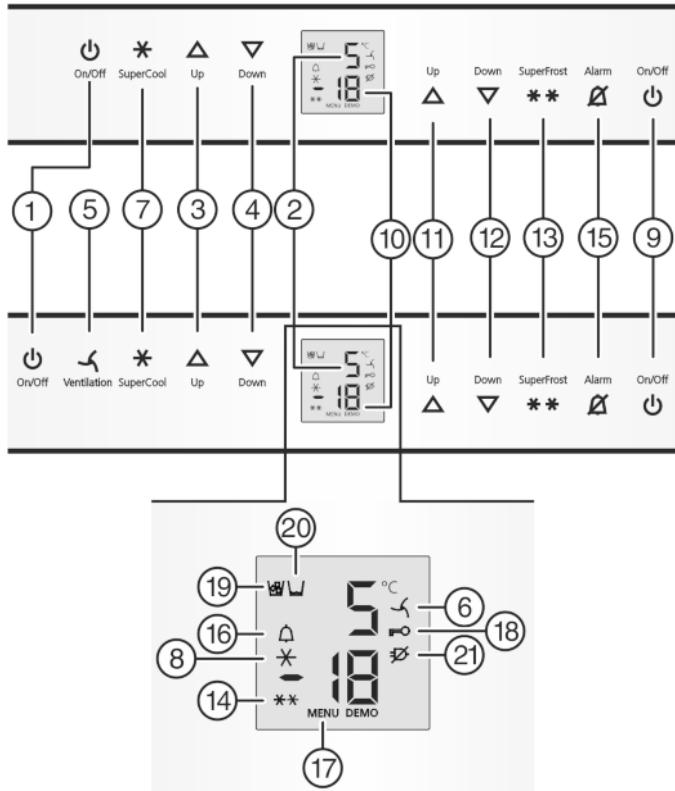

Fig. 2
- Нажмите кнопку On/Off морозильного отделения Fig. 2 (9).
- Нажмите кнопку On/Off холодильного отделения Fig. 2 (1).
- Холодильное отделение включено: Индикатор температуры холодильного отделения Fig. 2 (2) светится. При открытии двери холодильного отделения включается внутреннее освещение.
- Активация режима настройки: удерживайте кнопку SuperFrost Fig. 2 (13) прибл. 5 секунд.
- ▷ Символ меню Fig. 2 (17) горит.
- Коротко нажмите кнопку SuperFrost Fig. 2 (13) для подтверждения.
- Для включения защиты от детей коротко нажмите клавишу SuperFrost Fig. 2 (13).
- ▷ Символ "Защита от детей" Fig. 2 (18) горит. На индикации мигает **c**.
- Для выключения защиты от детей коротко нажмите клавишу SuperFrost Fig. 2 (13).
- ▷ Символ защиты от детей Fig. 2 (18) гаснет. На индикации мигает **c**.
- Выход из режима настройки: нажмите кнопку On/Off морозильного отделения Fig. 2 (9).
- Нажмите кнопку Alarm Fig. 2 (15).
Одновременно мигает индикация температуры и символ тревоги Fig. 2 (16).
Звуковой сигнал выключается автоматически, символ аварийного сигнала Fig. 2 (16) выключается и индикатор температуры перестает мигать, если температура снова становится достаточно низкой.